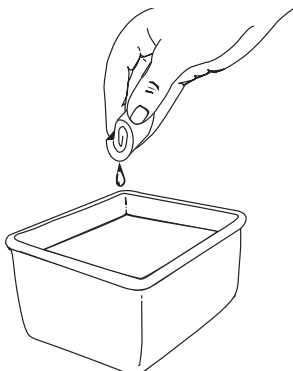

Fig. 20
1. Ouvrez le couvercle du filtre à air. Enfoncez la languette située à gauche du couvercle, tirez celui-ci vers vous pour le dégager du boîtier du filtre à air (Fig. 20).
3. Lavez le filtre dans un mélange d'eau et de détergent (Fig. 20). Rincez le filtre abondamment et laissez-le sécher.
8. Pivotez le couvercle vers la droite jusqu'à ce que la languette du couvercle du filtre s'enfonce dans une fente sur le côté droit du boîtier du filtre (Fig. 20).